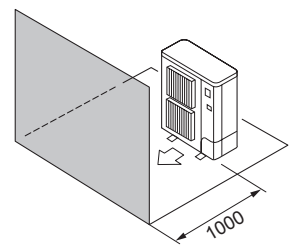

Fig. 2-9
- ④ Esteitä vain edessä (Fig. 2-9)